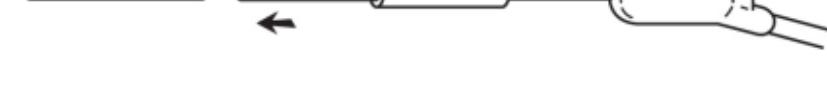

Fig. 4
- Insertar la cánula metálica pequeña en la luz pequeña del extremo del catéter (Fig. 4).